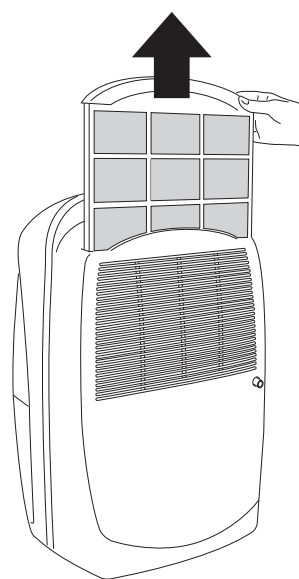

fig. 5
- Pour retirer le filtre à air, saisissez-le et tirez (fig. 5)